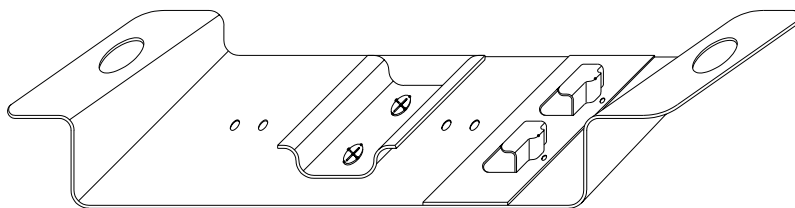

FIGURA 3
Se deben desconectar las dos líneas de salida del medidor hacia la carga (1) y (2). Se instala la platina donde se ubica el interruptor limitador de corriente (ver figura 3). Una de las líneas desconectadas se debe aislar y la otra se debe conectar en el punto A. Se debe instalar un tramo de cable que va desde el medidor hasta el interruptor limitador. Para la línea que queda desconectada del medidor se puede proceder de dos maneras, las cuales dependerán de las condiciones propias de cada instalación. La primera es conectar en el punto A, el extremo suelto de la línea que iba al medidor, y con esto se logra que toda la instalación quede conectada a 120 V. La segunda es instalar un puente o conexión entre los puntos A y B. Esta pequeña unión se hará con el mismo calibre del conductor de las otras líneas.
En la figura 3 se muestra un detalle de la platina donde se destaca la utilización de un riel en el cual se colocará el interruptor limitador.